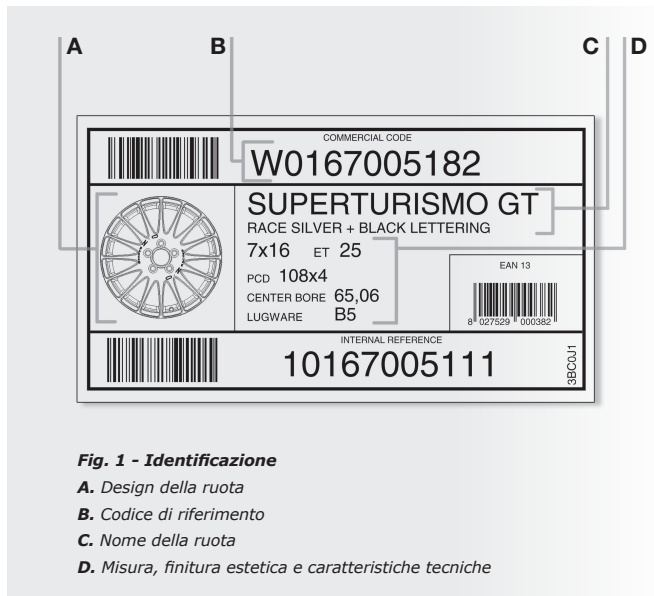

Fig. 1 - Identificazione
- Il materiale ricevuto corrisponda a quanto ordinato, controllando l'adesivo posto all'esterno della scatola (fig.1) e il codice marcato sulla ruota.